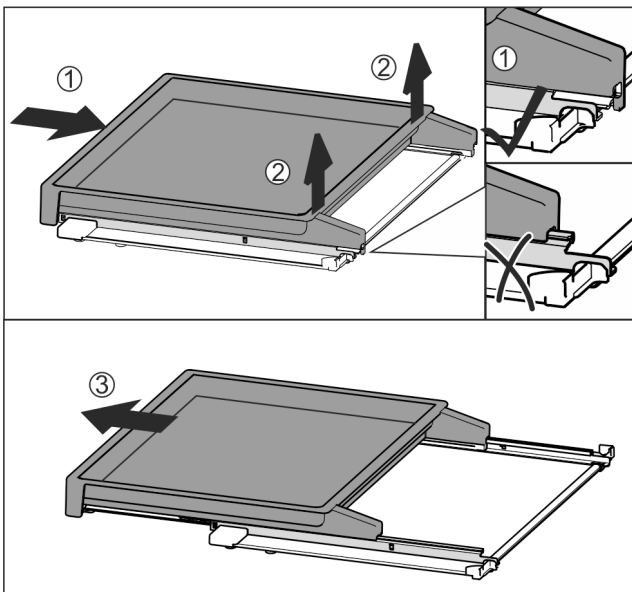

Fig. 61
- ▶ Повністю вставте витяжну панель Fig. 61 (1).
- ▶ Відпустити фіксатор на задній стороні Fig. 61 (2).
- ▶ Потягніть витяжну панель вперед Fig. 61 (3).